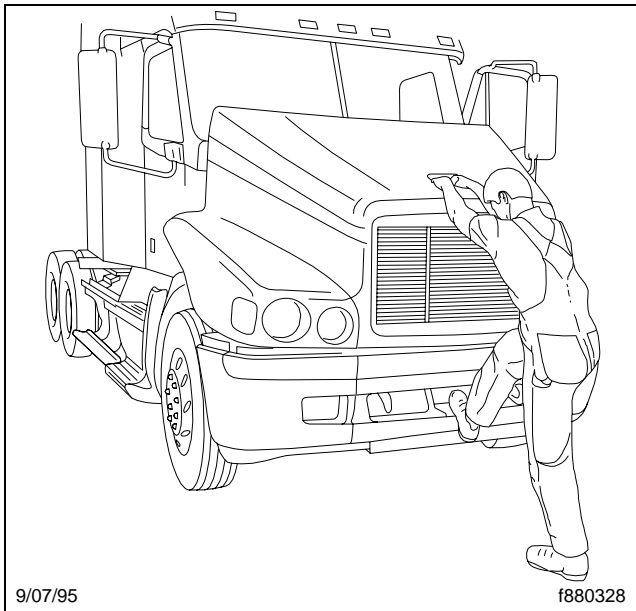

Figura 3.8, Inclinación del capó
3. Utilizando el peldaño del parachoques y la agarradera, incline lentamente el capó hasta que las correas lo detengan. Vea la **Figura 3.8**.
2. Al pasar el capó por encima del punto de equilibrio, utilice el peldaño del parachoques y la agarradera para controlar la velocidad de descenso a la posición de funcionamiento. Vea la **Figura 3.8**.